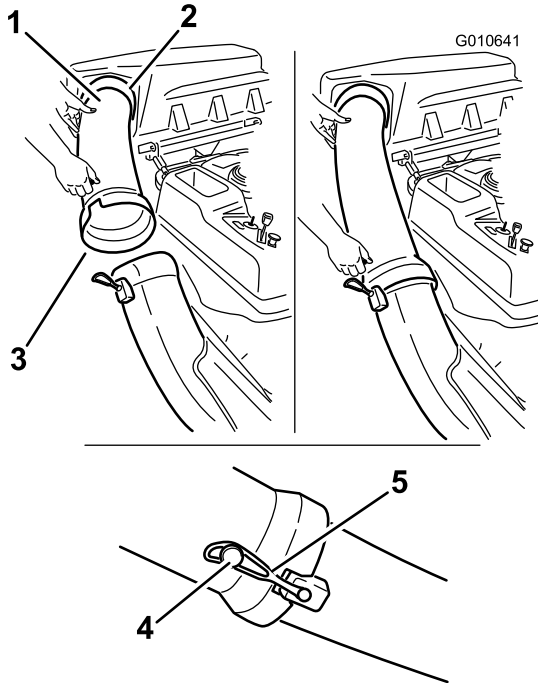

図 18
1. 排出チューブの湾曲した方の端部をバガートップの開口部に差し込む 図 18。
2. 排出チューブの広口側端部をシュートに接続する。シュートに付いているゴム製のストラップを排出チューブのペグに止めて固定する 図 18。